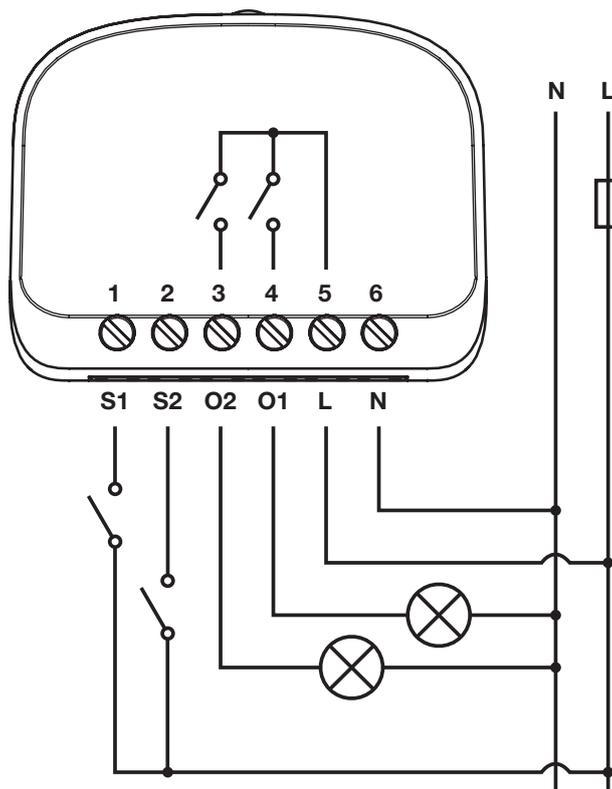

fig.1 Schema di cablaggio BiDi-Switch
1.	Tenere premuto il pulsante di programmazione (fig. 1).
2.	Rilasciare il pulsante di programmazione (fig. 1) quando il LED si illumina di rosso (1a posizione).
2.	Rilasciare il pulsante di programmazione (fig. 1) quando il LED si accende di colore arancione (2a posizione).
2.	Rilasciare il pulsante di programmazione (fig. 1) quando il LED si accende di colore verde . (3ª posizione).
2.	Rilasciare il pulsante di programmazione (fig. 1) quando il LED si illumina di colore bianco . (4ª posizione).